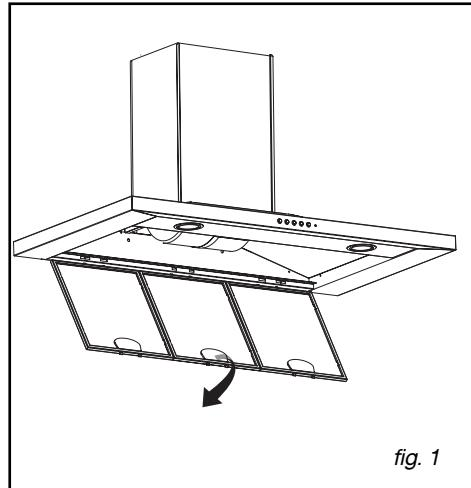

fig. 1
• **Demontage van de filtercassette (fig.1)**